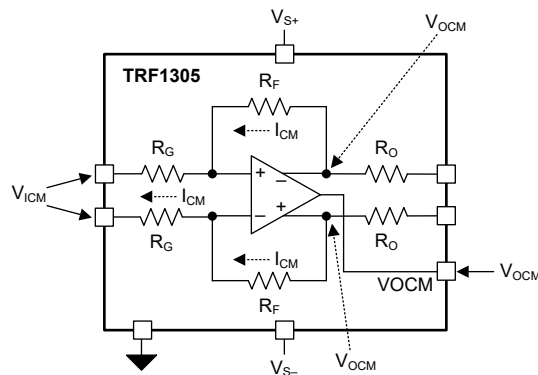

图 8-4. 输入和输出共模电压不等时的净直流电流
TRF1305x2 接受宽范围的输入直流共模 (CM) 电压。当 TRF1305x2 在输入端直流耦合时，要考虑电源的直流电流负载。图 8-4 显示了当输入 CM 电压 V_{ICM} 与输出 CM 电压 V_{OCM} 不同时，会产生来自或流向电源的净直流电流。方程式 1 显示了拉电流或灌电流 I_{CM} 与输入和输出 CM 电压之间的关系：